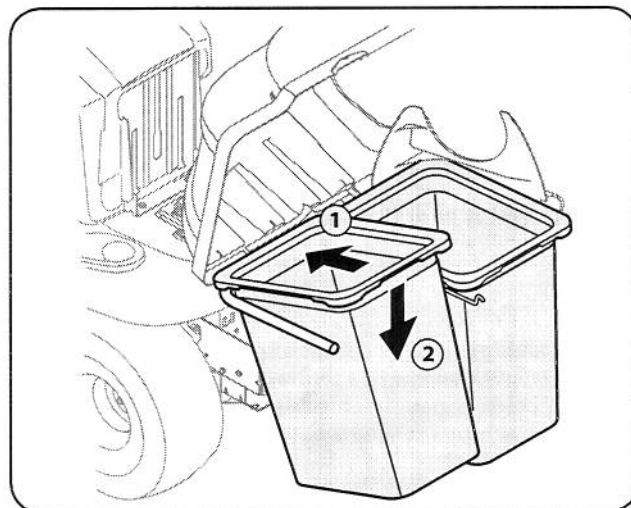

Figure 4-19
8. Installez les deux assemblages de sacs avec les côtés du grillage serrés faisant face vers l'avant, sur les supports de fixation des sacs en insérant d'abord le bord avant, comme illustré à la figure 4-19 et en déposant le bord arrière jusqu'à ce qu'il s'insère dans l'assemblage.